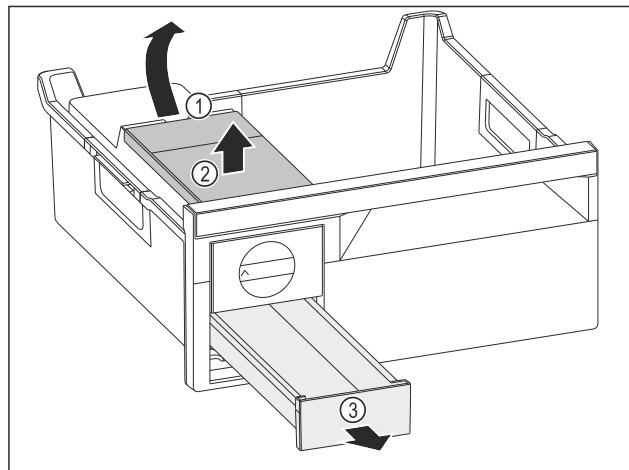

Fig. 129
- ▶ Извлеките бак для воды: Поднимите бак для воды за выемку Fig. 129 (1).
- ▶ Извлеките бак для воды Fig. 129 (2) движением вверх.
- ▶ Извлеките выдвижной ящик для кубиков льда Fig. 129 (3) движением вперед.